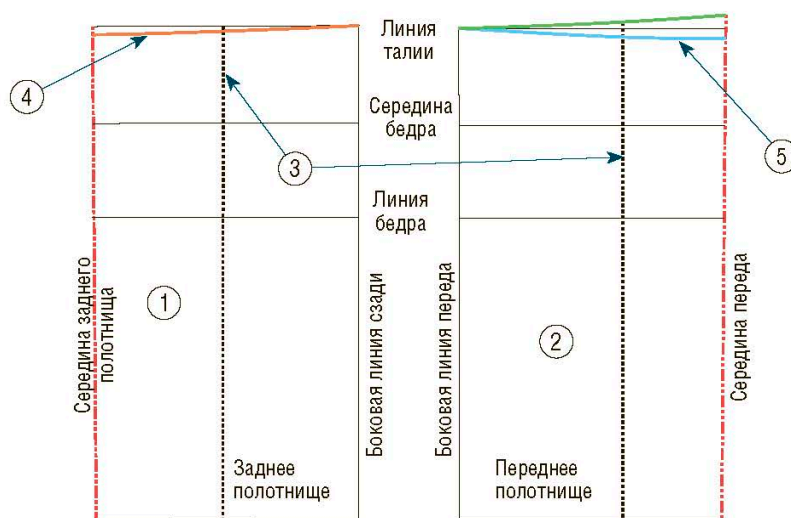

Рис. 1
② На расстоянии нескольких сантиметров начертите контуры выкройки переда, продлив горизонтальные линии влево и отложив две вертикали, параллельные вертикальным линиям заднего полотнища: боковую линию переда и линию середины переда (последняя на рис. 1 указана красным пунктиром). Расстояние между линиями равно половине мерки ширины переда по линии бедер.
③ На прямоугольниках заднего и переднего полотнищ начертите вертикальные линии, соответствующие осям вытачек. Ось сзади находится на половине ширины (в нашем примере $30 : 2 = 15$). Ось спереди находится на уровне половины расстояния между выступающими точками груди (в данном примере эта мерка по таблице на с. 19 составит $20 : 2 = 10$ см), отложите это расстояние от линии середины переда (черный пунктир на рис. 1).
④ На линии середины сзади опустите линию талии примерно на 0,5 см. Использование этого приема не зависит ни от обхвата талии или используемой при пошиве юбки ткани, ни от изгиба спины. Это изменение нужно для того, чтобы придать округлую форму верхнему краю юбки.
⑤ Расположение линии талии (выше или ниже по линии середины переда) зависит от анатомии тела. Например, в случае выступающего живота, особенно для женщин, носящих большой размер одежды, часто располагают верх юбки ниже, выше или между складками живота. Положение пояса юбки также зависит исключительно от личных предпочтений, потому что это положение определяется комфортом обладательницы юбки. Чтобы построить эту линию правильно, используйте дополнительные мерки – длину юбки спереди по животу.